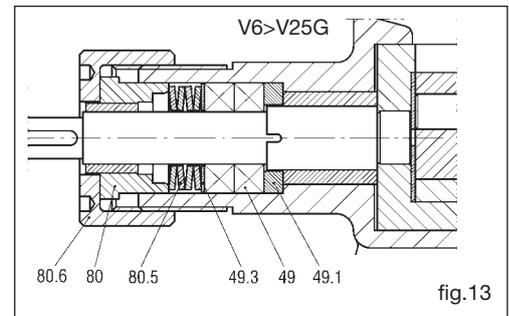

fig.13
- ❑ Enlever la clavette (42) de son logement sur l'arbre (05).
- ❑ Desserrer les boulons sans tête de sécurité (45).
- ❑ Enlever la frette qui recouvre le roulement (14) et l'entretoise (16).
- ❑ Bloquer le rotor (02) pour éviter que l'arbre ne tourne.
- ❑ Pousser l'arbre en dehors du roulement à l'aide d'une presse ou d'un extracteur. En effectuant cette dernière opération, il faut tenir compte que le rotor (02), la bride/ support (09) et le porte-garniture (80) s'enlèveront en même temps que l'arbre.
- ❑ Dévisser le graisseur (60), enlever la frette (15) et pousser le roulement en dehors du support (08) à l'aide d'une presse.
11.6 Démontage de la garniture à tresse (pompes en fonte de V6 à V25) (fig. 13)
- ❑ Dévisser le couvercle (80.6) et libérer le presse-étoupe (80).
- ❑ Enlever les anneaux de la tresse (49) à l'aide d'un extracteur spécifique ou d'un tournevis et les remplacer après avoir nettoyé le logement correspondant. Monter la tresse neuve qui est fournie déjà prête à l'emploi. Couper la tresse à 45° en fonction du diamètre de l'arbre s'il faut la préparer.